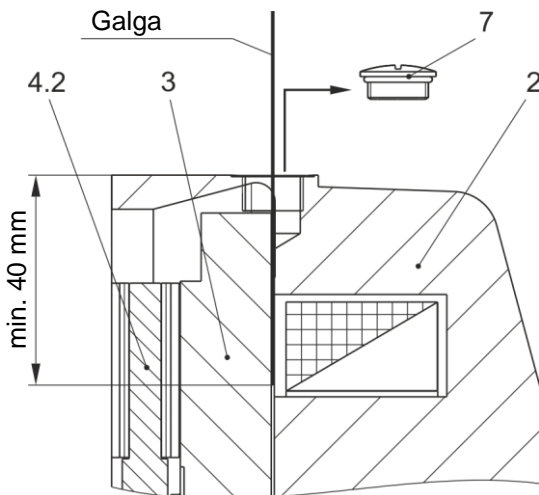

Figura 7
El entrehierro se puede inspeccionar utilizando una galga después de retirar el tornillo de cierre (7). Esta debe tener una profundidad de al menos 40 mm (véase la figura 7) para que se pueda medir la distancia entre la armadura (3) y el portabobinas (2).